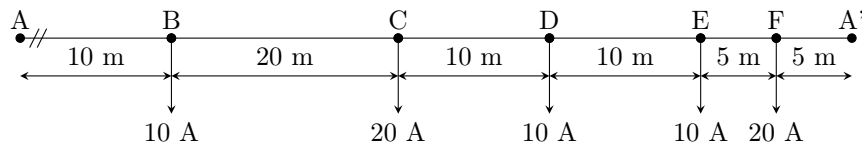

Figura 7.7: Diagrama unifilar del problema 7.17.
- 7.17 (2.7-2.) Calcular la sección de la línea monofásica representada en la figura 7.7, con conductores de cobre unipolares HO7V-K, en instalación bajo tubo empotrado en obra. Tensión 230 V y caída de tensión máxima admisible 1,5%. Se considera un factor de potencia común para todas las cargas de 0,8 inductivo.